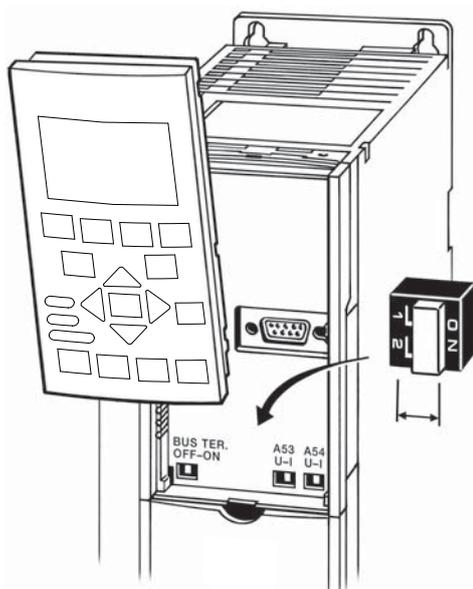

Abbildung 2.21 Lage der Schalter für die Klemmen 53 und 54
- Sie erreichen die Schalter, wenn Sie die Tastatur abnehmen (siehe *Abbildung 2.21*). Die Optionsmodule in Steckplatz B decken diese Schalter ggf. ab. Entfernen Sie diese zum Ändern der Schaltereinstellungen. (Trennen Sie vor Arbeiten am Frequenzumrichter immer die Energiezufuhr.)